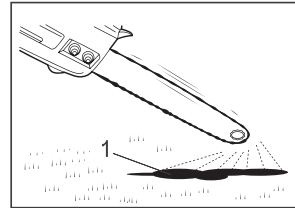

Figure 11
Après avoir démarré le moteur, faire tourner la chaîne à vitesse moyenne et vérifier si l'huile de la chaîne se disperse comme illustré (figure 11). Resserrer le capuchon au besoin.
1. Huile de chaîne (figure 11).